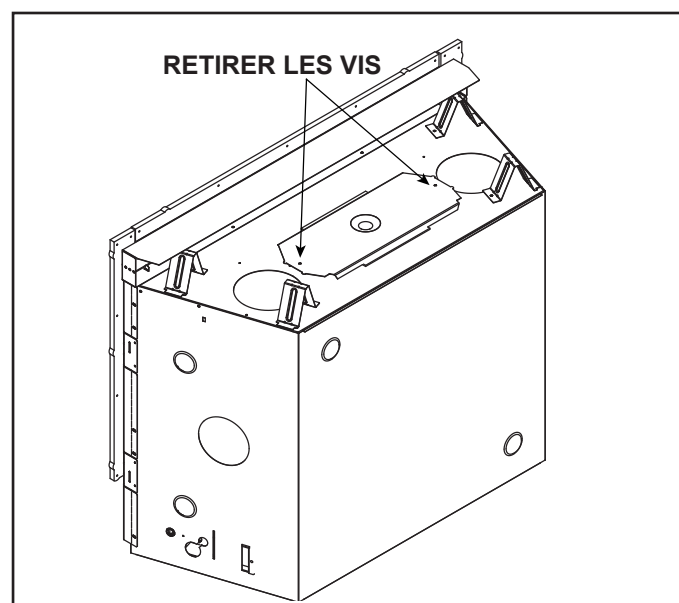

Figure 6.1 COSMO42-IFT-B / COSMO36-IFT-B
1. Enlevez et jetez les deux vis. Voir la figure 6.1.